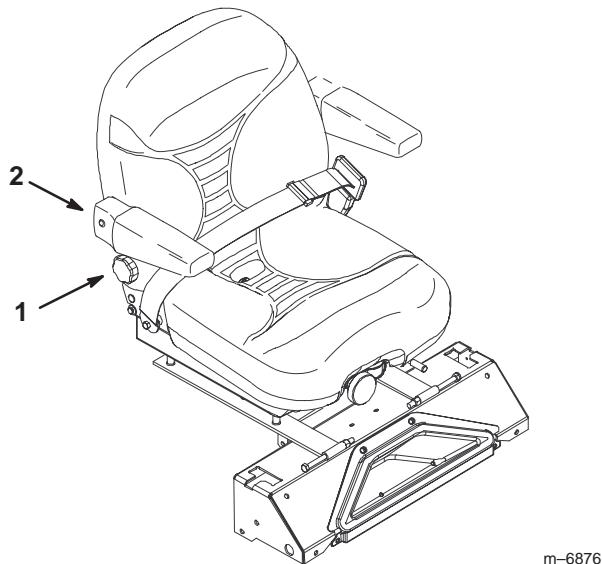

Figure 26
1. Pour ce faire, tournez le bouton situé sous l'accoudoir droit, dans un sens ou dans l'autre, pour obtenir la position la plus confortable (Fig. 26).